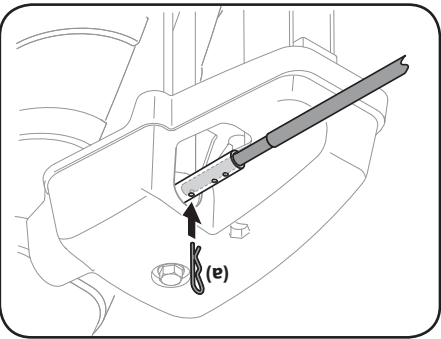

Figure 3-9
- Enfoncez la tige de commande de la goulotte jusqu'à ce que le trou soit aligné avec le 3e trou de l'ensemble de rotation. Voir la Figure . See Figure 3-9.
- Enfoncez à nouveau la goupille fendue dans ce trou et celui de la tige de commande, comme à la Figure 3-9.